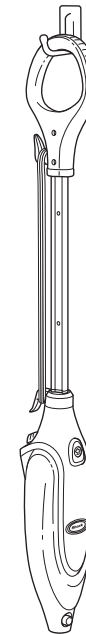

fig. 13
**2** L'appareil peut être rangé sur un gros crochet mural (non inclus). Laissez l'appareil refroidir, puis détachez la tête de la vadrouille avant de l'accrocher au mur. (**fig. 13**).